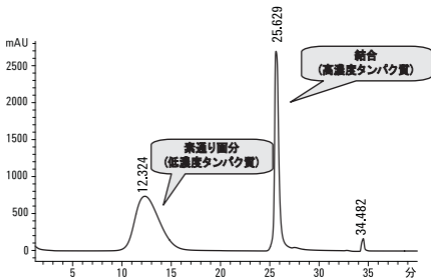

図4 10 x 100 mm カラムでのクロマトグラム
- 8 素通り画分(図4では10.5 ~ 14.5 分の間)を集め、すぐに分析しない場合は -20 $^{\circ}$ C で保存してください。